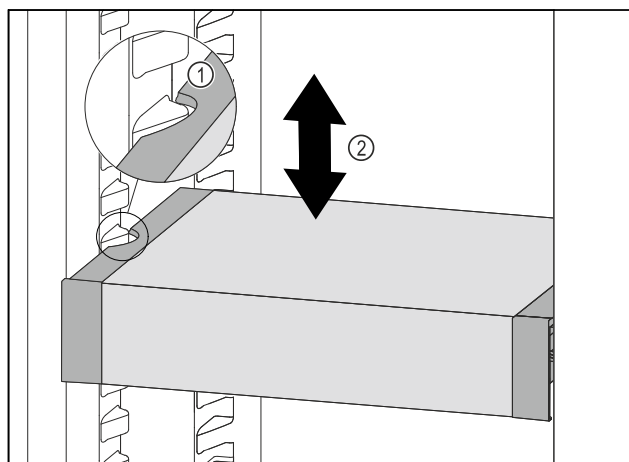

Fig. 130
- ▶ 向前移动 VarioSafe，直到 VarioSafe 两侧的凹槽与冷藏区中的容器肋梁持平。Fig. 130 (1)
- ▶ 在冷藏区中向上或向下移动 VarioSafe，直至所需高度。Fig. 130 (2)